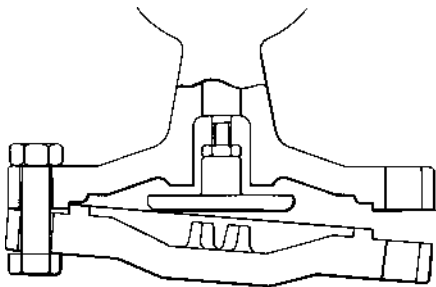

Рис. 6
5. Установите на место толкатель (24) и наживите нижнюю крышку диафрагменной камеры на два болта, как показано на рис. 6.
6. Сложите две новые диафрагмы и вставьте их на нижнюю крышку диафрагменной камеры. (рис. 6)
7. Придерживая диафрагмы в правильном положении, поставьте нижнюю крышку диафрагменной камеры в штатное положение и затяните гайки (26) моментом 95 Нм.
8. Затяните гайку (27).